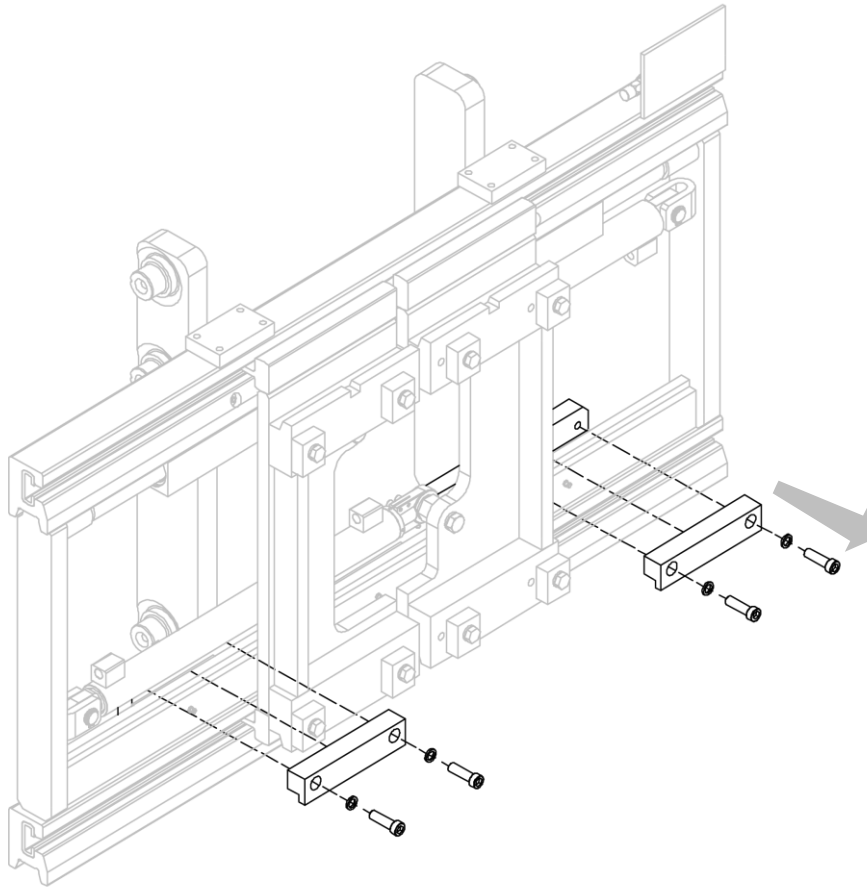

Figura 30
2. Quitar los ganchos inferiores (mira *Figura 30*).